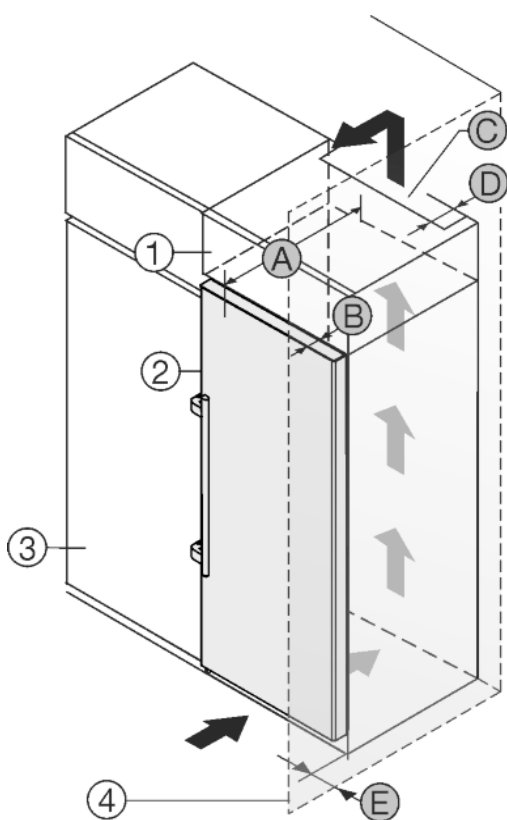

Fig. 28
Пристрій можна комбінувати з кухонними шафами. Для того, щоб пристрій Fig. 28 (2) вирівняти по висоті кухонної секції, на пристрій можна встановити антресольну секцію Fig. 28 (1).
Пристрій можна встановлювати безпосередньо поряд з кухонною шафою Fig. 28 (3). Для повного відкриття дверей пристрій повинен виступати на глибину Fig. 28 (B) відносно передньої панелі кухонної шафи. Залежно від глибини кухонних шаф та використання пристінних розпірок пристрій можна встановити так, щоб він виступав вперед.
- Задня сторона антресольної шафи повинна мати вентиляційний канал глибиною Fig. 28 (D) вздовж всієї ширини шафи.
- Під стелею приміщення слід дотримуватися поперечного перерізу вентиляційного відведення повітря Fig. 28 (C).
Якщо пристрій з шарнірами встановлюється поряд зі стінкою Fig. 28 (4), то між пристроєм та стінкою слід дотримуватися відстані Fig. 28 (E). Це відповідає виступу ручки при відкритих дверцятах.